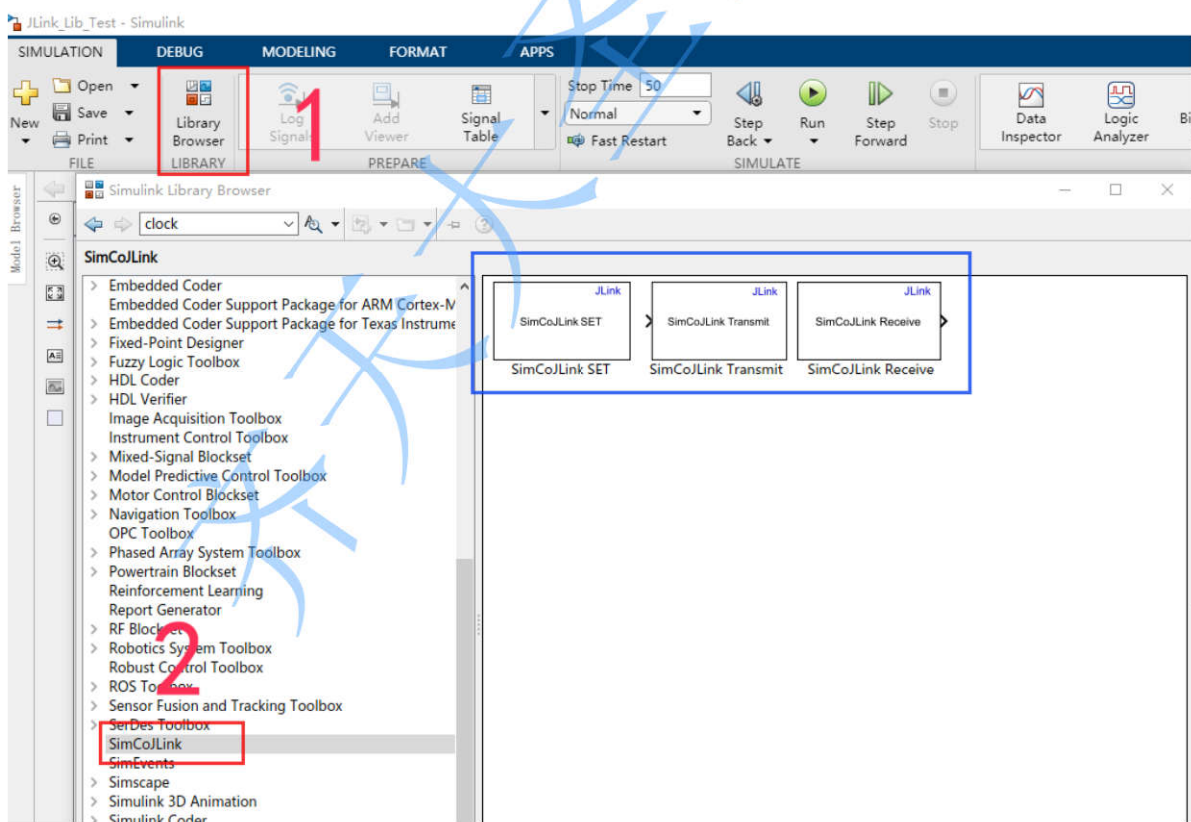

图 6: 查看 Simulink 库
3. 打开 Simulink 的 Library 查看是否成功添加 SimCoJLink 库，见 (图 6)。